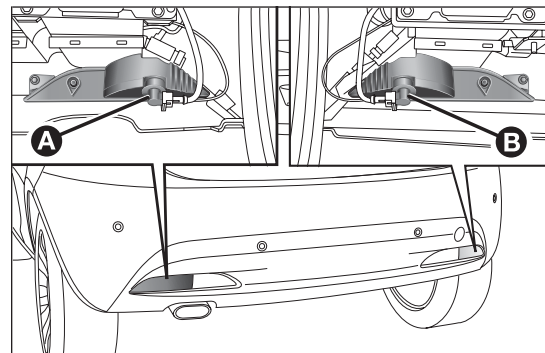

fig. 136
- de l'intérieur du pare-chocs, tourner d'1/4 de tour le groupe de douille A fig. 136 ;
- de l'intérieur du pare-chocs, tourner d'1/4 de tour le groupe de douille B fig. 136 ;